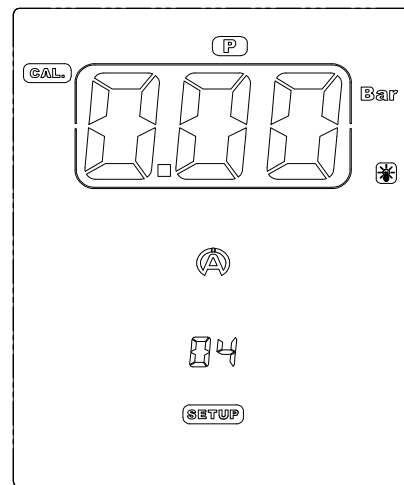

Ilustración 18
- 2) Pulse el botón central **Ok** para calibrar el captor de presión y salir del menú (ilustración 18).